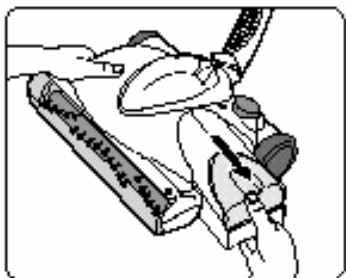

Fig. 6
1. Tirar del contenedor de polvo del costado de la base. (Fig.6).